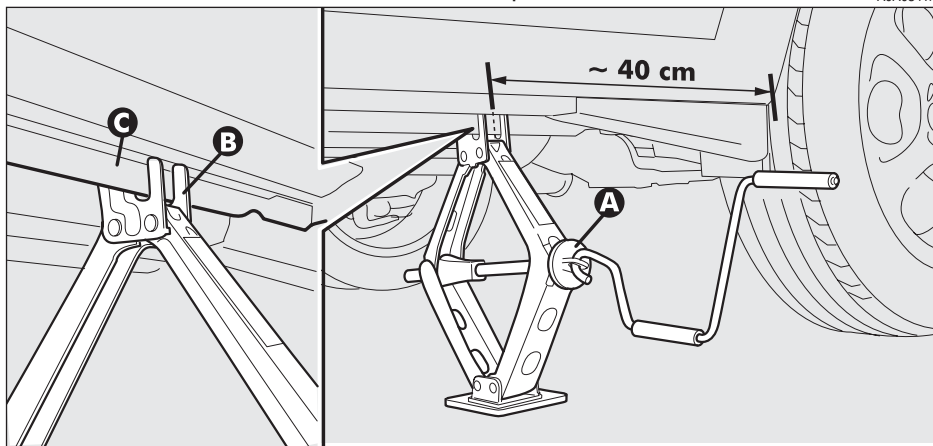

fig. 6
- Actionner le dispositif (A-fig. 6), de façon à détendre le cric, jusqu'à ce que la rainure (B) sur la partie supérieure du cric, s'engage correctement sur le profil inférieur de la coque (C) à env. 40 cm du profil du passage de roue.